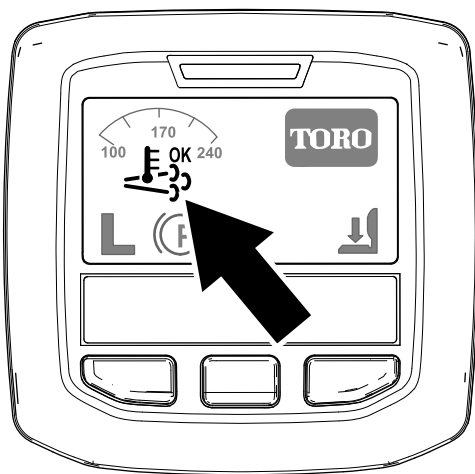

Figure 25
- L'icône de régénération assistée/commandée s'affiche sur l'InfoCenter (Figure 25).